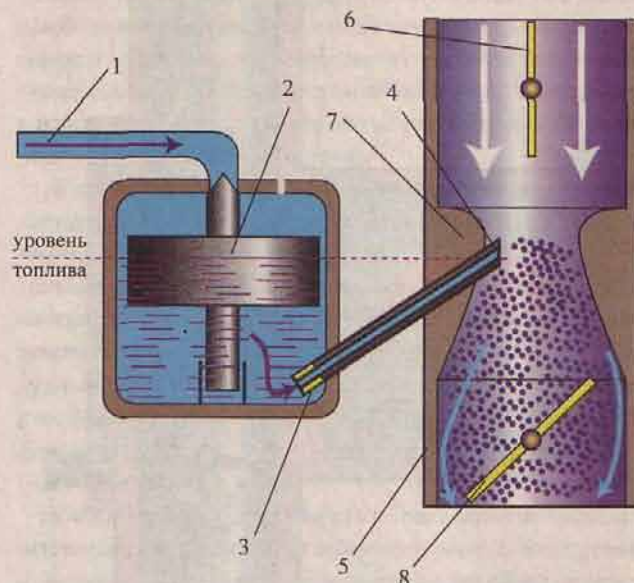

Рис. 16. Схема работы простейшего карбюратора
Обратите внимание на то, что подача бензина в карбюратор происходит только за счет усилия пружины, которая поднимает диафрагму. А это означает, что когда поплавковая камера карбюратора будет заполнена и игольчатый клапан (см. рис. 16) перекроет путь бензину, диафрагма топливного насоса останется в нижнем положении. И до тех пор, пока двигатель не израсходует часть топлива из карбюратора, пружина будет не в состоянии «вытолкнуть» из насоса очередную порцию бензина.
**Простейший карбюратор** (рис. 16) состоит из:
Из схемы работы простейшего карбюратора (рис. 16) можно понять, что двигатель не будет работать нормально, если уровень топлива в поплавковой камере (воды в чайнике) выше нормы, так как в этом случае бензина будет выливаться больше, чем надо. Если же уровень бензина будет меньше нормы, то и его содержание в смеси будет меньше, что опять нарушит правильную работу двигателя. Исходя из этого, количество бензина в камере должно быть неизменным.
Уровень топлива в поплавковой камере карбюратора регулируется специальным поплавком (рис. 16), который, опускаясь вместе с игольчатым запорным клапаном, позволяет бензину поступать в камеру. Когда же поплавок начинает наполняться, поплавок всплывает и закрывает своим клапаном проход для бензина.
Однако есть кое-что общее в автомобилях отечественного производства. В частности, на панели приборов (или под ней) располагается **рукоятка «подсоса»**, которая управляет **воздушной заслонкой** карбюратора (рис. 16). Если прикрывать эту заслонку (вытягивать на себя рукоятку «подсоса»), то будет увеличиваться разрежение в смесительной камере карбюратора. Вследствие этого топливо из поплавковой камеры начинает высасываться более интенсивно и горючая смесь обогащается, что необходимо для **запуска холодного двигателя**.